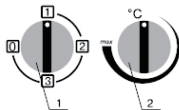

Рис. 2. Панель шасси
6.1 Установить ручку переключателя режимов вентилятора (поз.1, рис.2) в положение выключено «0».
Ручку терморегулятора (поз.2, рис.2) повернуть в крайнее против часовой стрелки положение.